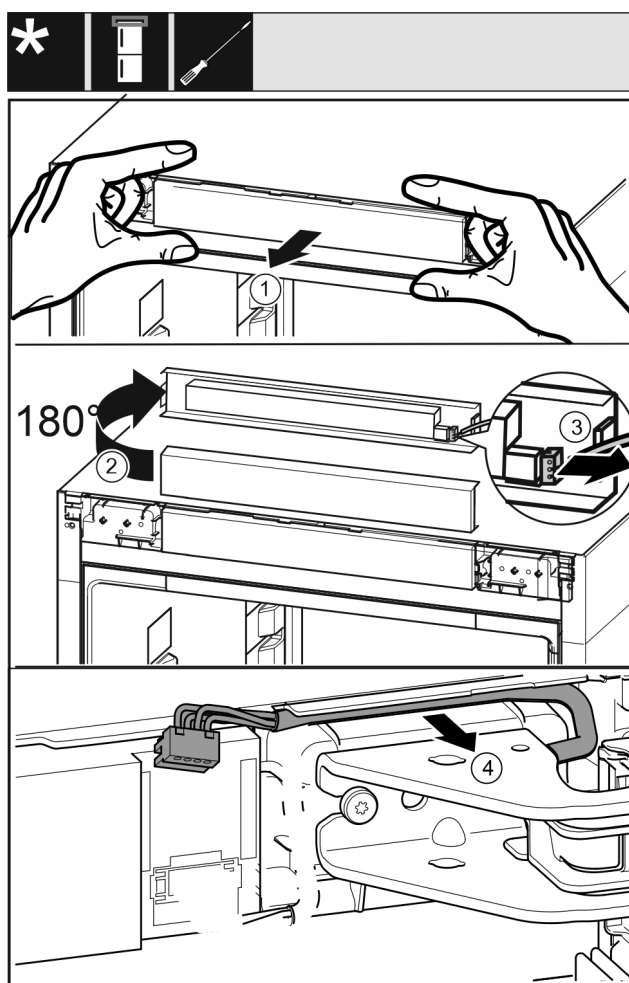

Fig. 19
- ▶ Обережно ослабити невелику панель керування пристроєм вперед. Fig. 19 (1)
- ▶ Повернути невелику панель керування вгору на 180°. Fig. 19 (2)
- ▶ Притисніть фіксувальний виступ вниз та обережно витягніть штекер. Fig. 19 (3)
- ▶ Обережно від'єднайте кабель над опорним кронштейном від направляючої. Fig. 19 (4)